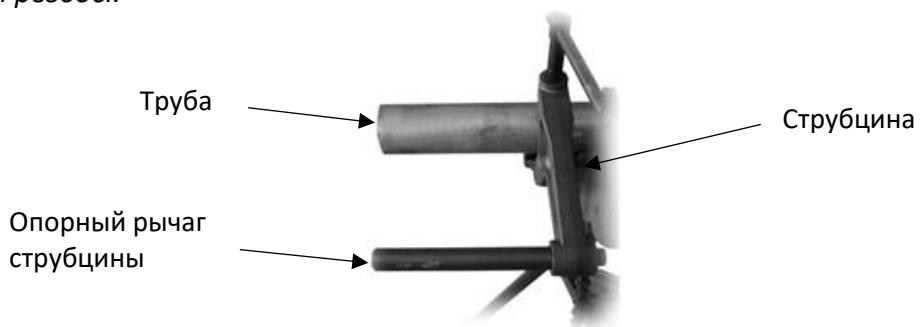

Рис. 2 Опорный рычаг, установленный на труbe
5. Расположите опорный рычаг струбцины на трубе так, чтобы конец опорного рычага находился на одной линии с концом трубы (рис.2). Убедитесь, что губки струбцины плотно соприкасаются с трубой, и плотно затяните, чтобы предотвратить соскальзывание.